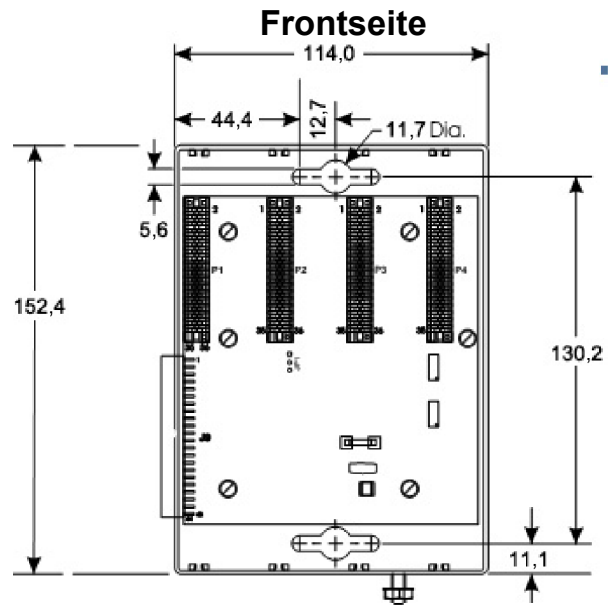

Abbildung 3. Abmessungen des ControlWave Micro-Erweiterungsgehäuses mit 4 Steckplätzen (in Millimetern)
- **Erweiterungsgehäuse.** Das Erweiterungsgehäuse rechts neben dem Basisgehäuse positionieren und die Montagebohrungen unter Verwendung des Erweiterungsgehäuses als Schablone ermitteln (Abmessungen siehe *Abbildung 3*).